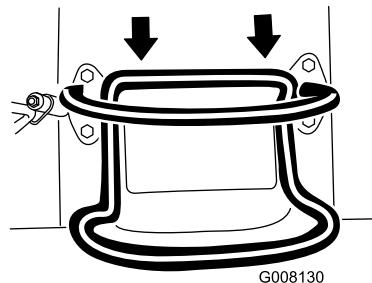
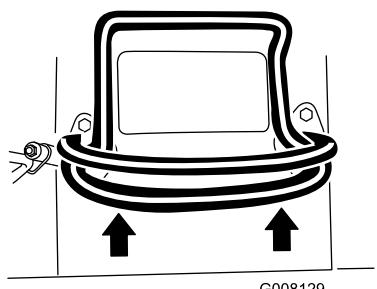

Bild 8
Bild 7
- Bewegen Sie den Fahrantriebshebel nach vorne, um vorwärts zu fahren (Bild 7).
- Bewegen Sie den Fahrantriebshebel nach hinten, um rückwärts zu fahren (Bild 8). **Schauen Sie beim Rückwärtsfahren nach hinten und achten Sie auf Hindernisse, fassen Sie den Anschlagbügel mit den Händen an (Bild 7).**